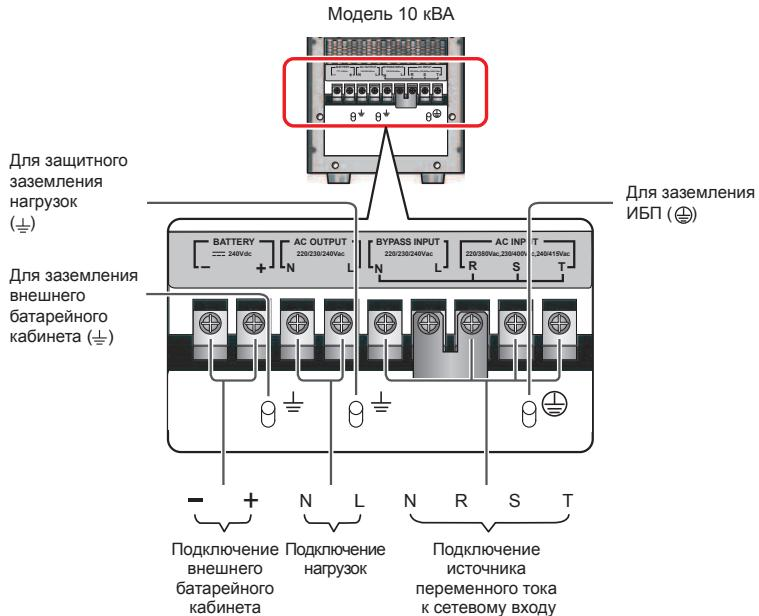

Рис. 6-13. Схема подключения в одиночного ИБП 10 кВА в конфигурации с одним входом
- 7** Подключите кабели электросети переменного тока, нагрузок и внешнего батарейного кабинета к соответствующим зажимам ИБП (см. *Рис. 6-13, 6-14*).
- 2 Подключите кабели электросети переменного тока, нагрузок и внешнего батарейного кабинета к соответствующим зажимам ИБП (см. *Рис. 6-13, 6-14, 6-17*).